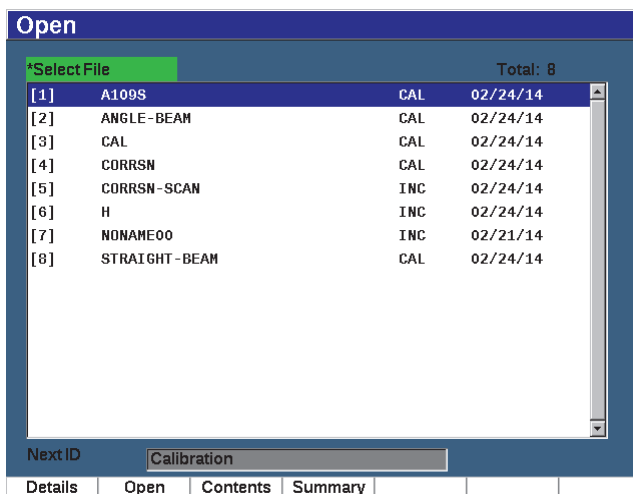

Figure 10-6 Fenêtre Open
1. Sélectionnez **File > Open** (Fichier > Ouvrir) [voir la Figure 10-6 à la page 217].